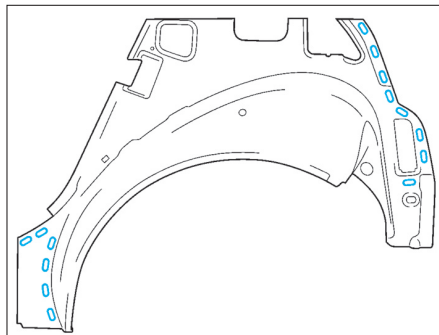

FIG. 95
• Effectuer des trous oblongs de 5 x 18 mm sur la doublure d'aile arrière neuve (Fig.95).